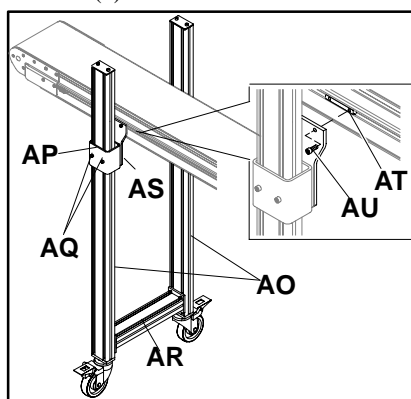

Figure 15: Pied en aluminium réglable et composants de réglage pour convoyeur LPZ
Pieds réglables en aluminium (Figure 15)
Ce type de pied est composé de deux étais verticaux rainurés en aluminium (AO de la figure 15) et de deux pattes de fixation coulissante en acier (AP). Chaque patte coulissante peut être montée ou descendue de leur étai vertical respectif. La position verticale réglée peut être bloquée en serrant deux (2) vis extérieures (AQ). Une entretoise de stabilisation (AR), repositionnable, est également fournie (aucune pour un support court).